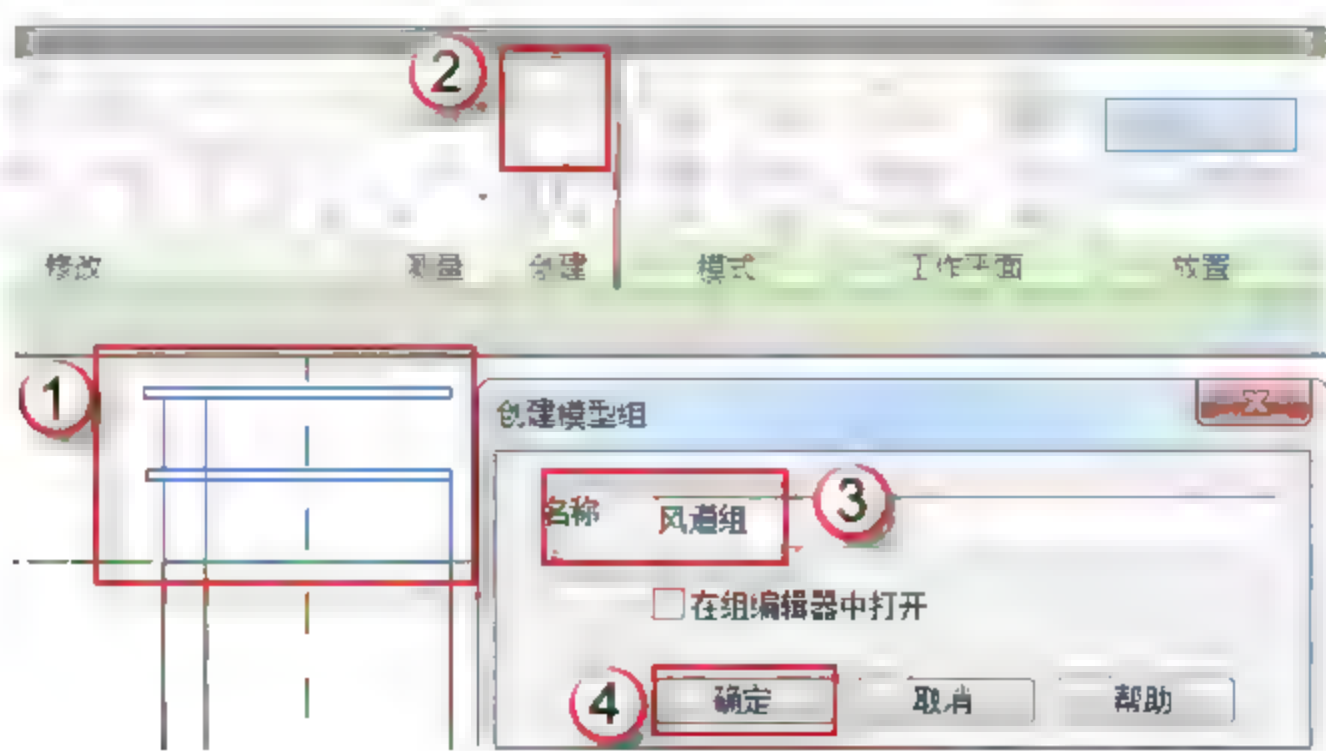

图 12.3.60 创建“风道口”组
(21) 创建“风道口”组。选择突出屋面的风道部分，单击“创建组”按钮，在弹出的“创建模型组”对话框中输入“风道口”，单击“确定”按钮，如图 12.3.60 所示。